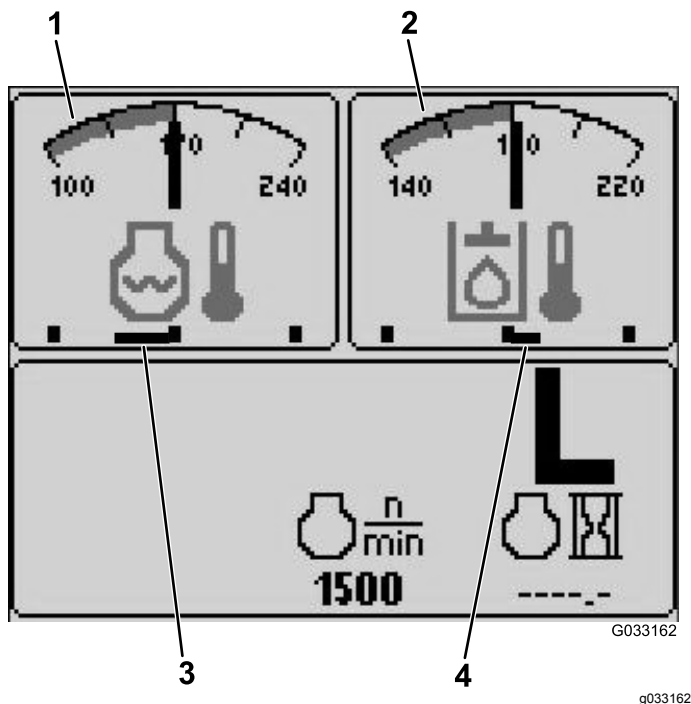

Figura 18
- Spia della temperatura del fluido idraulico e della ventola – schermata superiore destra (Figura 18)
Nota: Nell'esempio Figura 18, le ventole di raffreddamento del fluido idraulico sono in funzione al 25% della velocità in direzione avanti.
- Spia della temperatura del refrigerante motore e della ventola – schermata superiore sinistra (Figura 18)
Nota: Nell'esempio Figura 18, le ventole del refrigerante motore sono in funzione al 50% della velocità in direzione indietro.
La direzione della ventola è inoltre indicata sulla schermata della temperatura del refrigerante motore e sulla schermata della temperatura del fluido idraulico. Se la barra è a destra della costa verticale mediana, le ventole sono in funzione in direzione avanti. Se la barra è a sinistra della costa verticale mediana, le ventole sono in funzione in direzione indietro (Figura 18).
Questa visualizzazione indica la temperatura del fluido idraulico e lo stato della ventola di raffreddamento (Figura 18).
Questa visualizzazione indica la temperatura del refrigerante motore e lo stato della ventola di raffreddamento (Figura 18).